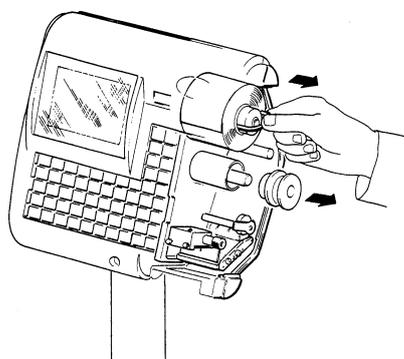

fig. 3
- Togliere la flangia ferma rotolo, sfilare la forcilla metallica ed estrarre la carta siliconata accumulata sul riavvolgitore (**fig.3**); ora la stampante è vuota e quindi pronta ad accettare il nuovo rotolo di carta o etichette. Infilare il nuovo rotolo sul supporto porta rotolo e bloccarlo con la flangia ferma rotolo (**fig.4**)